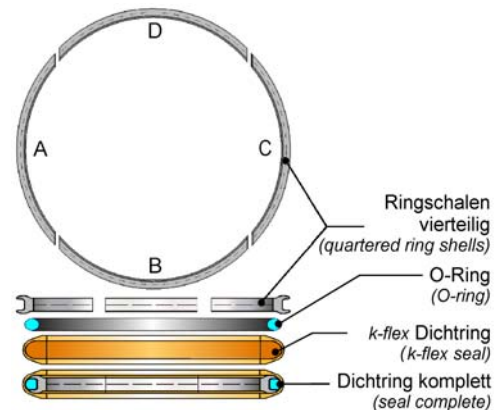

Abb. 4
- Die Ringschalen wie in der Abb. 4 /Seite 7 gezeigt in der Reihenfolge A, B, C, D einbauen.
- Kolbenteller (1) und Kolben (2) ohne Dichtring auf metallischen Anschlag mit der Hand zusammenschrauben und Farbmarkierung vornehmen (Abb. 4 /Seite 7).
- Kolbenteller (1) wieder aus dem Kolben (2) ausschrauben.
- Dichtung (D1) auf Kolben (2) aufschieben und die Kolbenteller (1) in die Kolben (2) mit der Hand einschrauben.